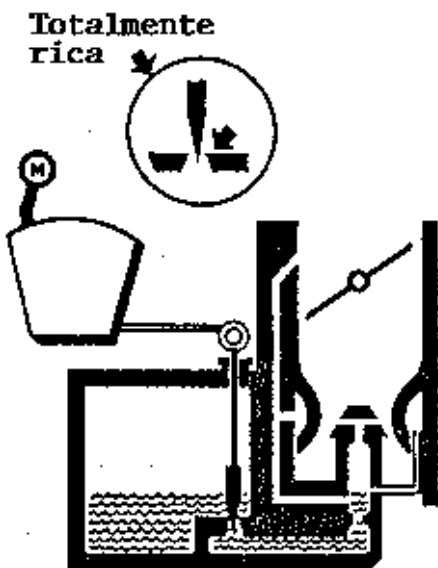

Figura 3-11 Sistema de controle de mistura tipo agulha.
Nos carburadores tipo bóia existem dois (2) tipos de mecanismos controlados manualmente da cabine, são em geral usados para controlar as misturas combustível/ar: o tipo agulha e o tipo sucção traseira. Os dois (2) tipos são ilustrados na figura 3-11 e 3-12.
Com o sistema tipo agulha, o controle manual é fornecido através de uma válvula de agulha na base da câmara de flutuação (figura 3-11). Esse sistema pode ser aumentado ou diminuído através de um controle de ajuste na cabine de comando. Movendo o controle para "RICH", abre-se a válvula de agulha totalmente, o que permite que o fluxo de combustível seja irrestrito para o injetor. Movendo o controle para "LEAN", fecha-se uma parte da válvula, e restringe-se o fluxo de combustível para o injetor.